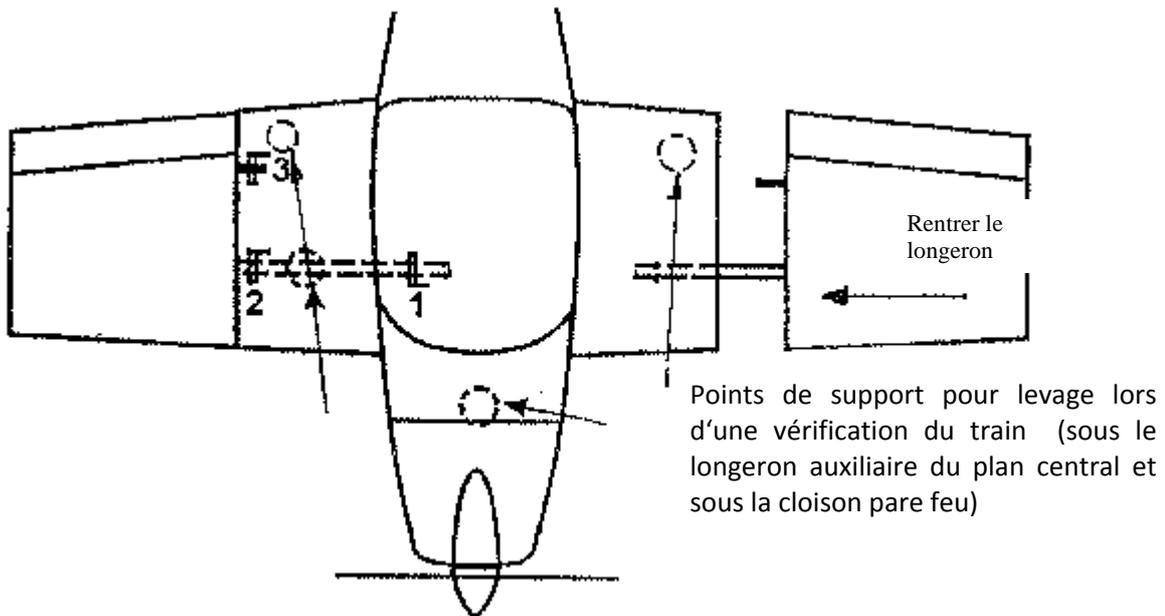

Fig. 3 Insertion des longerons d'aile dans le plan central de l'aile, position des points de levage.
1. Engager le moignon de longeron de l'aile droite dans la fourche du panneau central et pousser l'aile de manière à ce que l'écartement entre le plan central et la nervure d'implanture de l'aile soit d'environ 100 mm. (Fig.3)
5. Sortir l'aile en la tirant vers l'extérieur pour que la fente entre l'aile et le panneau central soit d'environ 100 mm (Fig. 3). Déconnecter le tuyau reliant le tube Pitot aux instruments (déconnecter les fils des feux de position s'il y en a). Débrancher les tuyaux des réservoirs d'essence extérieurs.